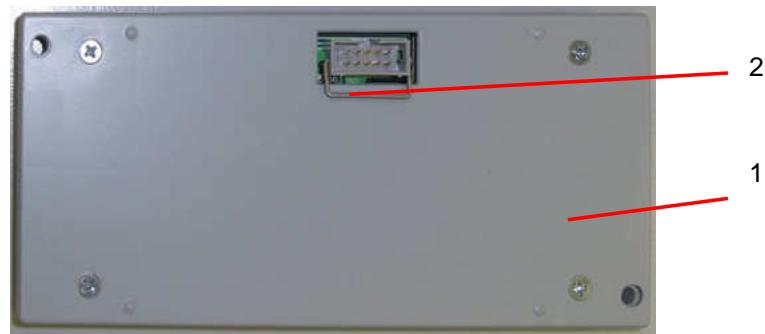

Рис. 7.24
7.10.1. Взять пульт управления 1 (рис. 7.24), перевернуть лицевой стороной вниз. Отогнуть фиксирующую скобу 2 разъема, как показано на рис. 7.24.